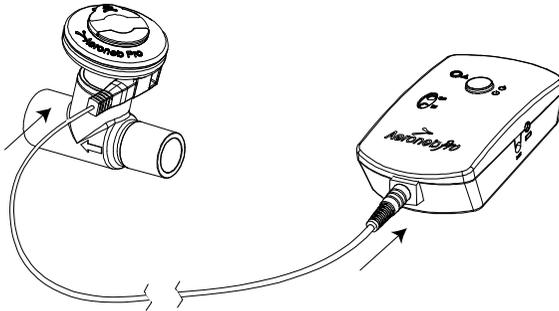

Abbildung 4: Anschluss des Steuermoduls an die Verneblereinheit
5. Das Steuermodul und die Verneblereinheit mit dem Steuermodulkabel verbinden (Abbildung 4).